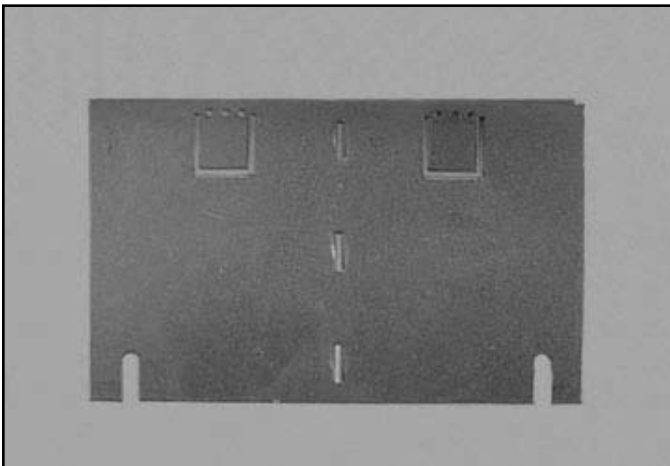
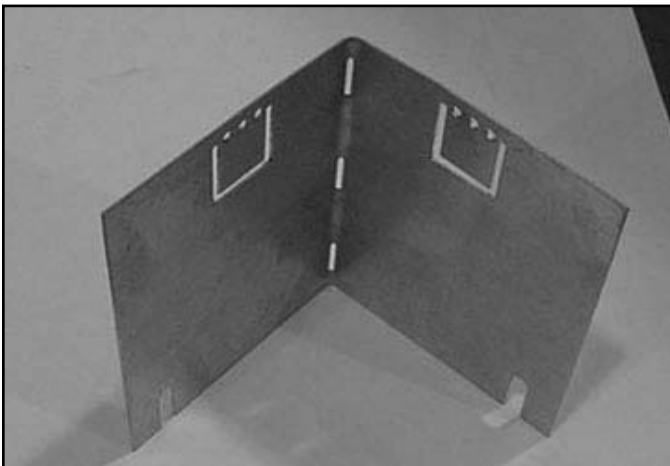

Figura 5.17 Deflector plano
Figura 5.18 Deflector doblado a un ángulo de 90°
2. Doble el deflector (figura 5.17) hasta que forme un ángulo de aproximadamente 90° (vea la figura 5.18).